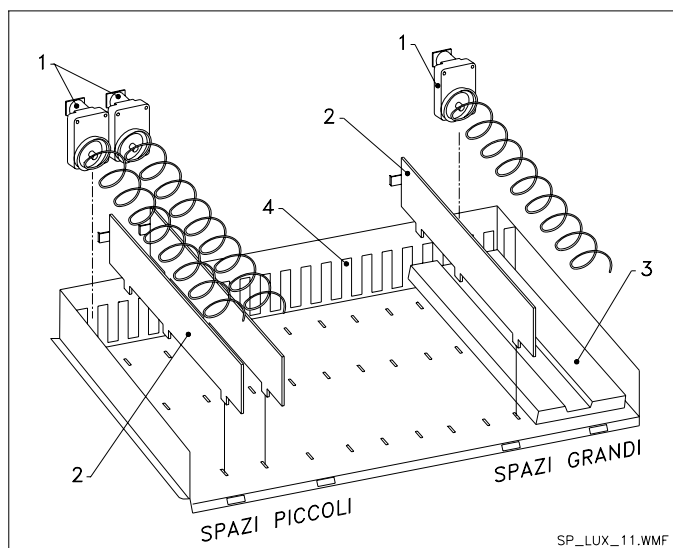

FIG. 10
9.6 INSTRUCCIONES PARA CONVERTIR EL ESPACIO DE LOS CAJONES de uno grande a dos espacios pequeños (FIG. 10).
1) Abrir la puerta. 2) Desconectar el interruptor principal. 3) Extraer el cajón que se debe modificar. 4) Sacar el conjunto formado por motor + espiral ref.1. 5) Quitar la bandeja ref.3. 6) Sustituir la espiral de diámetro grande con una de diámetro pequeño. 7) Colocar el conjunto motor + espiral de diámetro pequeño en la ranura de la izquierda del soporte (ref.4). 8) Colocar el nuevo conjunto motor + espiral de diámetro pequeño en la ranura de la derecha conectándolo al cableado existente en el cajón. 9) Agregar el nuevo tabique divisor en el medio de las dos espirales. 10) Instalar los nuevos letreros con los precios y las selecciones. 11) Introducir el cajón modificado teniendo cuidado de que el conectador esté bien conectado. 12) Programar las nuevas selecciones al precio de venta deseado. 13) Probar las selecciones modificadas para asegurarse de que funcionen correctamente.
9.7 INSTRUCCIONES PARA CONVERTIR EL ESPACIO DE LOS CAJONES de dos espacios pequeños a un espacio grande (FIG. 10).